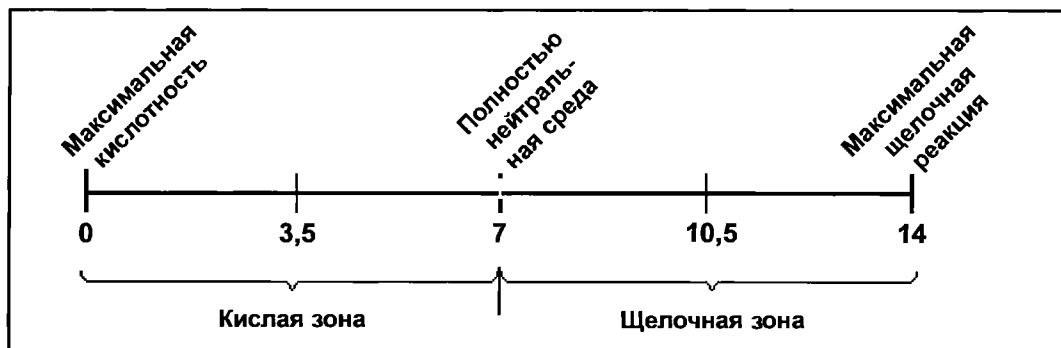

Рис. 99.5.
- ▶ В случае применения гликолевых растворов запрашивайте у производителей теплообменной аппаратуры информацию о совместимости того или иного хладоносителя с материалом теплообменников. Некоторые ионы (аммония, хлора или сульфатов) разрушают медь. В общем случае жесткость используемой для растворов воды должна соответствовать величине ГЖВ_F (см. раздел 68) в диапазоне от 10 до 25, а водородный показатель рН* должен составлять от 7 до 8 (слабая щелочная среда, см. рис. 99.5).